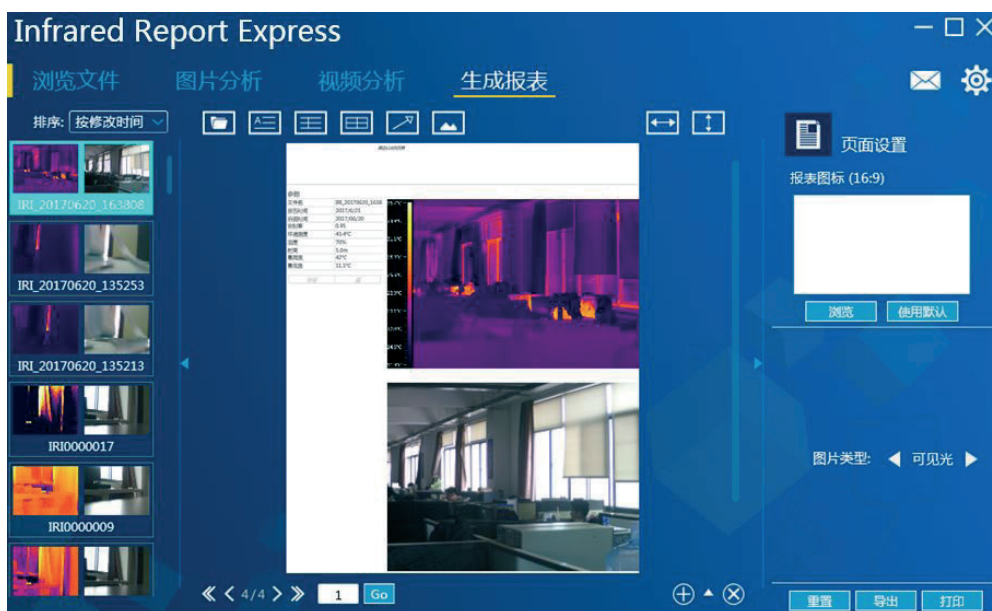

图 3-43
1. 进入“生成报表”模块，加载任意一张红外图片，如图 3-43 所示：